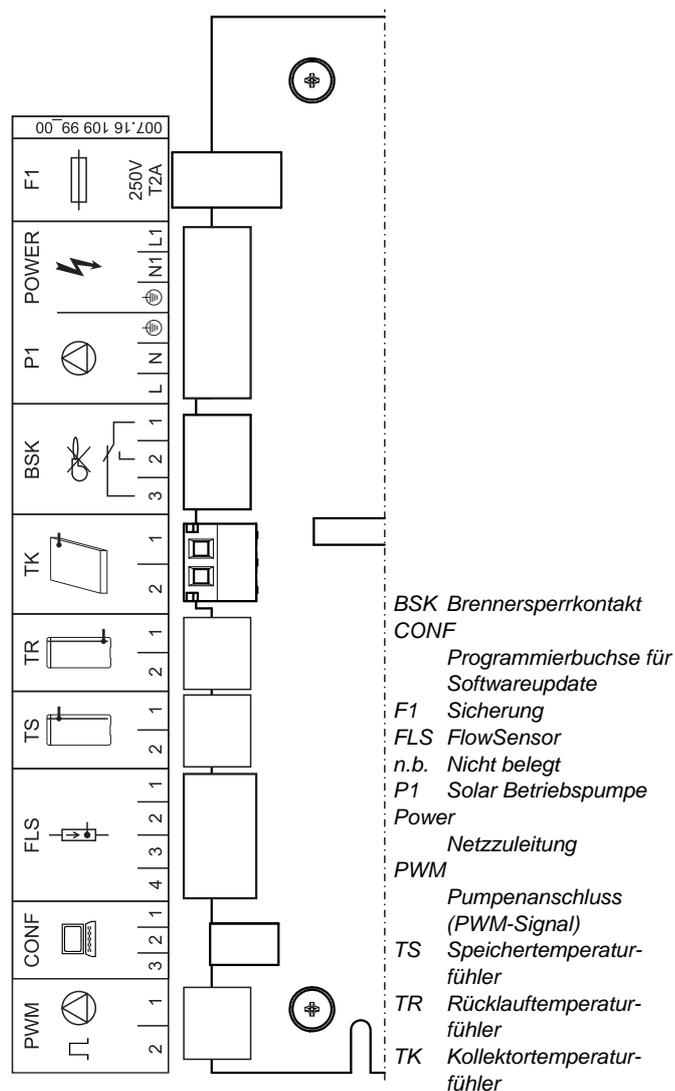

Bild 4-24 Anschlussbelegung
(4-polig, siehe Bild 4-24) aufstecken.
4. Stecker am Platinenrand der Steuerung, an der Position TK (2-polig, siehe Bild 4-24) aufstecken.